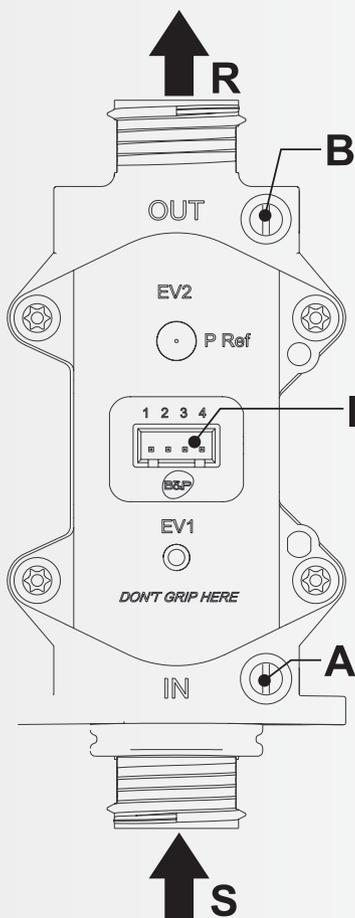

Рисунок 1
- Подключите манометр к штуцеру измерения давления «**B**», расположенному после газового клапана (см. рисунок 1).